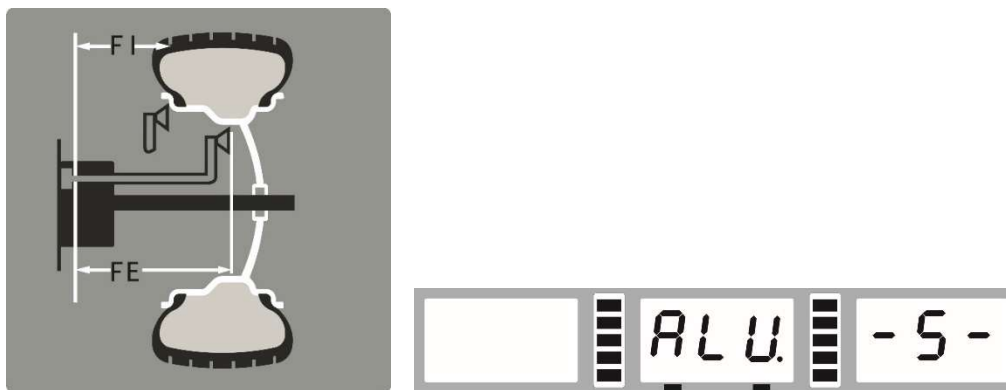

Abb. 9
- al-Wert festlegen: Ziehen Sie das Messgerät heraus und berühren die Position FI für 4 Sekunden (**Abb. 9**), um den Wert zu ändern  oder  drücken
- aE-Wert einstellen: Lehre herausziehen und den Punkt FE für 4 Sekunden berühren, (**Abb. 9**), Wert zu messen, um den Wert zu ändern  oder  drücken..